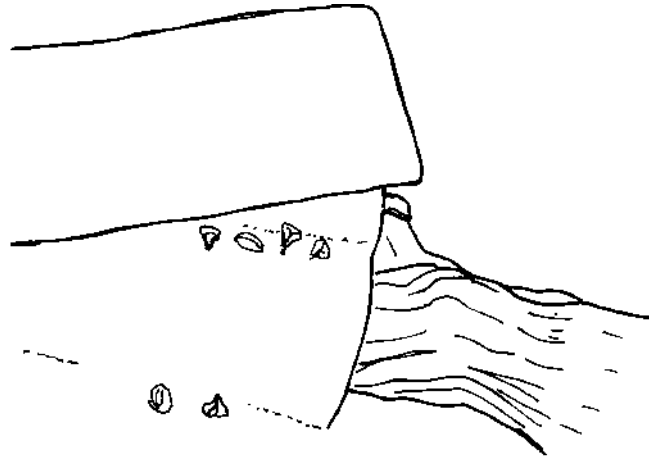

Figure 3.25 – Introduction de la voile dans le sac
- introduire la voile dans le sac en plaçant le lovage de la drisse de liaison et l'estrope du parachute en fond du sac (figure 3.25) ;